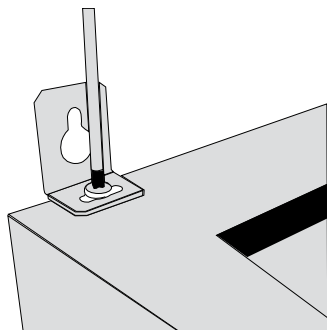

Рис. 8
1. Прежде чем приступать к сверлению отверстий под дюбели в стене необходимо произвести разметку. Для этого приложите поставляемый вместе с вытяжкой бумажный шаблон к стене на нужной высоте и выровняйте его по уровню (см. Рис. 8). Наметьте точки **A**, **B** на стене, им должны соответствовать посадочные места крепления в задней стенке корпуса вытяжки.
9. Сняв алюминиевые фильтры, изнутри корпуса, как показано на (Рис. 8) от-
Сделайте разметку, для установки планки крепления декоративного короба (Рис. 8 точки **Е**, **Ф**).